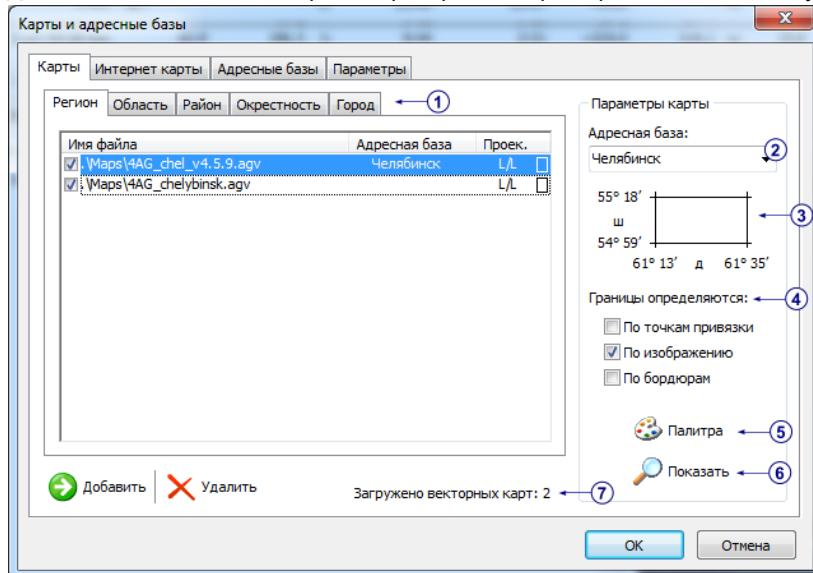

Рис.27 – Создание списка карт.
- В строке **Адресная база** (рис.27,п.2) выберите нужную базу для вашей карты. Базы заранее должны быть загружены (см. вкладку Адресные базы).
- При выборе карты отображаются его размеры – координаты крайних точек (рис.27,п.3).
- В строке **Границы определяются** (рис.27,п.4) выберите способ определения границ карты:
- Для настройки палитры (стиля отображения) векторных карт нажмите кнопку **Палитра** (рис.27,п.5). Палитра для всех загруженных векторных карт – единая.
- Нажмите кнопку **Показать** (рис.27, п.6) для предварительного просмотра карты.
В нижней части окна имеется статусная строка, где указывается количество карт в списке (рис.27,п.7).
- Уровень детализации** – передвигая ползунок, Вы можете переключаться по картам различного масштаба из списка загруженных векторных и растровых карт (рис.27,п.1).